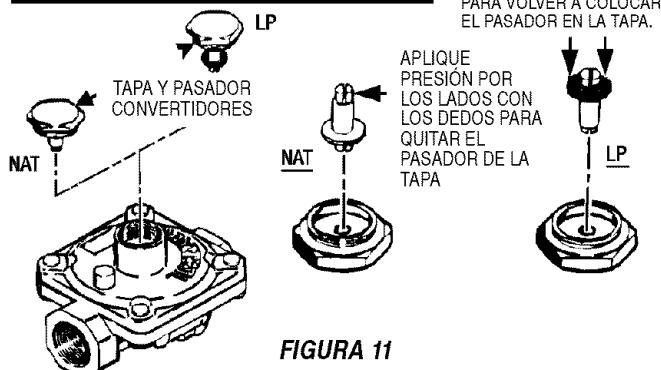

FIGURA 11
B. INVERSIÓN DE LA TAPA DEL REGULADOR DE PRESIÓN (Vea la figura 11)
B. INVIERTA LA TAPA DEL REGULADOR DE PRESIÓN. (Vea la figura 11).